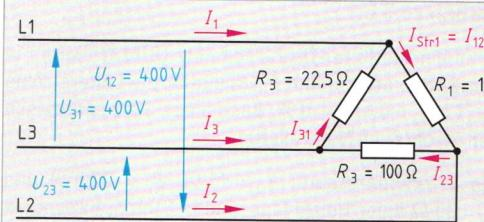

Bild 3: Dreieckschaltung mit unsymmetrischer Wirklast
- Ein Drehstromnetz 400V ist mit den drei Wirkwiderständen $R_1 = 100 \Omega$, $R_2 = 80 \Omega$, $R_3 = 30 \Omega$ unsymmetrisch in Dreieck belastet (**Bild 3**). Ermitteln Sie a) rechnerisch die Strangstrome und b) zeichnerisch die Leiterströme.